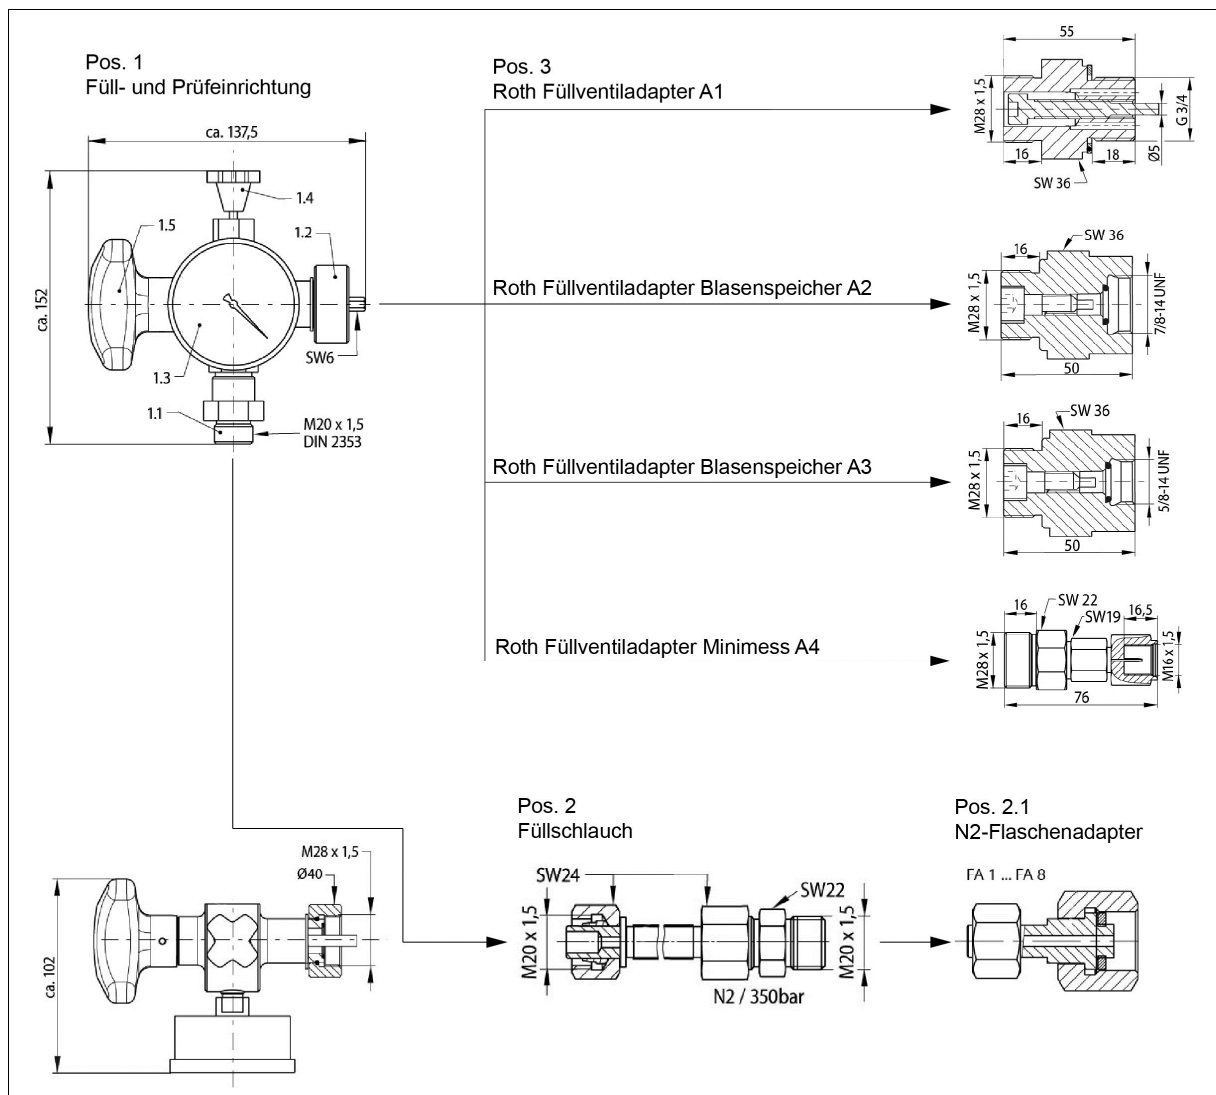

Abbildung 1-1 Roth Füll- und Prüfeinrichtung
Der Einsatz der Füll- und Prüfeinrichtung (siehe Abb. 1-1, Pos. 1) hat nur von geschultem Fachpersonal entsprechend der nachfolgenden Arbeitsanweisung zu erfolgen.
2.	Drehen Sie die Spindel des Druckentlastungsventils (Abb. 1-1, Pos. 1.4) an der Füll- und Prüfeinrichtung (Abb. 1-1, Pos. 1) bis zum Anschlag nach rechts (geschlossen).
5.	Verbinden Sie den entsprechenden Anschluss des Füllschlauchs (Abb. 1-1, Pos. 2) mit dem Anschluss der Füll- und Prüfeinrichtung.
6.	 <p>Verbinden Sie das andere Ende des Füllschlauches (Abb. 1-1, Pos. 2) mit dem Anschluss der N2-Flasche. Hierzu benötigen Sie den entsprechenden N2-Flaschenadapter FA1 ... FA8 (Abb. 1-1, Pos. 2.1).</p> <p>Prüfen Sie vor jedem Füllvorgang den Füllschlauch (Abb. 1-1, Pos. 2) auf Beschädigungen. Um etwaige Gefahren im Falle eines Schlauchabrisses zu vermeiden, sollten entsprechende Sicherheitsvorkehrungen getroffen werden. Installieren Sie z. B. ein parallel zum Füllschlauch gespanntes Abreiß- Stahlseil, welches an mehreren Punkten mit dem Füllschlauch verbunden ist. Bitte beachten Sie, dass die max. Lebensdauer des Füllschlauches von ca. 6 Jahren nicht überschritten werden sollte.</p>
8.	Hierzu ist das Ventil der N2-Flasche so lange zu öffnen, bis der erforderliche Vorfülldruck ( $P_0$ ) am Manometer erreicht ist. $P_0$ kann bei geöffnetem Füllventil auch am gaseitigen Manometer des Druckgerätes oder der Speicheranlage abgelesen werden, falls dieser vorhanden ist. Der N2-Flaschenadapter (Abb. 1-1, Pos. 2.1) ist zum Ablesen des $P_0$ von Zeit zu Zeit zu schließen.
10.	Falls $P_0$ zu hoch ist, ist dieser bis auf den richtigen Wert mit Hilfe des Druckentlastungsventils (Abb. 1-1, Pos. 1.4) zu reduzieren. Das N2-Flaschenventil muss geschlossen sein.
- Führen Sie die Vorgänge 11 bis 13 durch. Lösen Sie den N2-Flaschenadapter (siehe Abb. 1-1, Pos. 2.1) von dem Füllschlauch (Abb. 1-1, Pos. 2.1) an der leeren N2-Flasche und befestigen den Füllschlauch an der neuen N2-Flasche.
3.	Durch Linksdrehen des Druckentlastungsventils (Abb. 1-1, Pos. 1.4) kann N2 abgelassen werden.
4.	Überprüfen Sie, ob das Druckgerät gasseitig drucklos ist. Ist dies der Fall, muss die Manometeranzeige 0 bar anzeigen. Lassen Sie das Druckentlastungsventil (Abb. 1-1, Pos. 1.4) geöffnet.